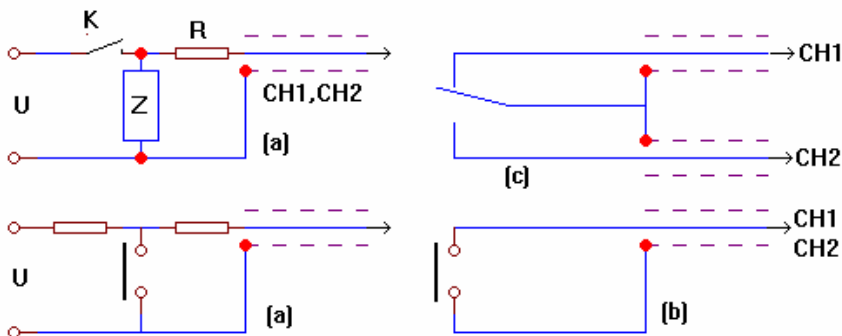

图 3
1、带电档的接入方法可如图 3(a) 所示连接。当外接电压过高时，请串入保护电阻 R。
空点接入方法，可如图 3(b) 所示连接。转换触头可参考图 3(c)。
(1) 线包按图 3(a) 方法接入 CH1，开关置带电位置。(2) 触点按是否接有电源，分别用图 3(a) 或 (b) 方式接入 CH2，注意置好相应开关位。
(3) 按外测键，置功能显示为“F”。此时可接通外接电源。
(4) 按(除外测、停止、复位打印外)任意键,本机启动测试